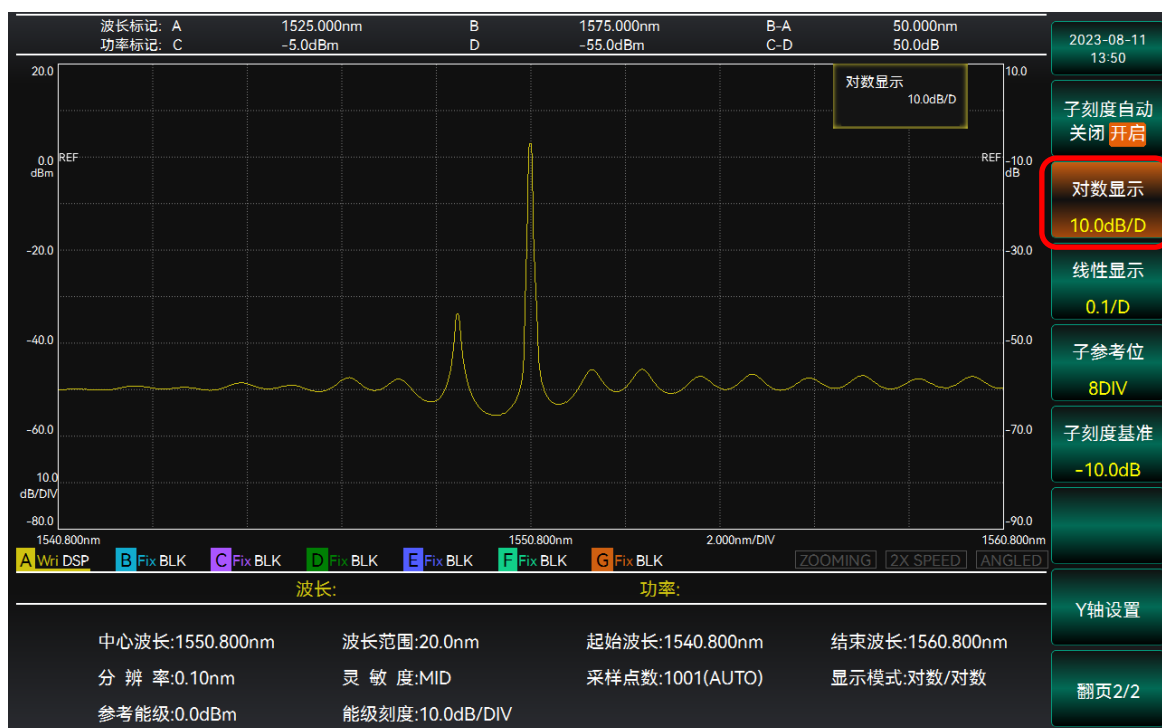

图 3.31 设置子参考对数刻度界面
2. 选择【对数显示】，通过旋钮或者数字键输入对数刻度值，完成设置，操作界面如图 3.31 所示。